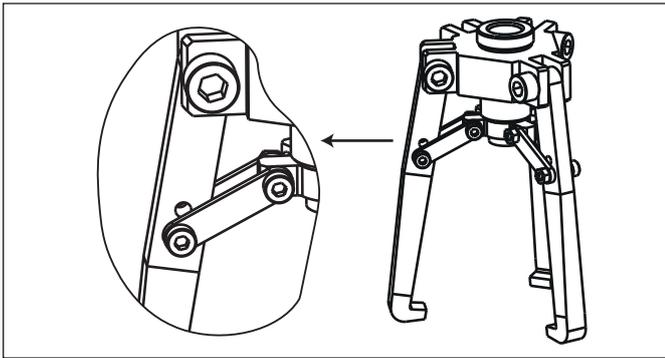

Figure 3 : Détail de l'installation de la mâchoire standard, configuration externe
- Le trou inférieur permet, quant à lui, d'installer la mâchoire sur la configuration externe (voir la Figure 3).